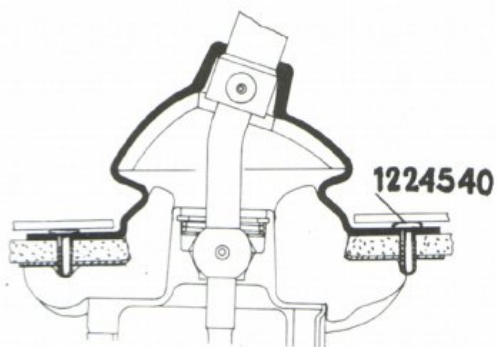

Bild 8
9. Sätt fast gummikåpan och isoleringsmattan mot tunneln med fyra clips detaljnummer 1224 540-3, bild 8.